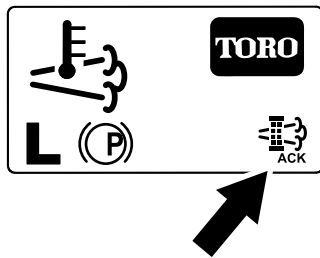

Figura 70
8. El InfoCenter muestra la página de inicio y el icono de reconocimiento de regeneración (Figura 70) aparece en la esquina inferior derecha de la pantalla mientras se procesa la regeneración.